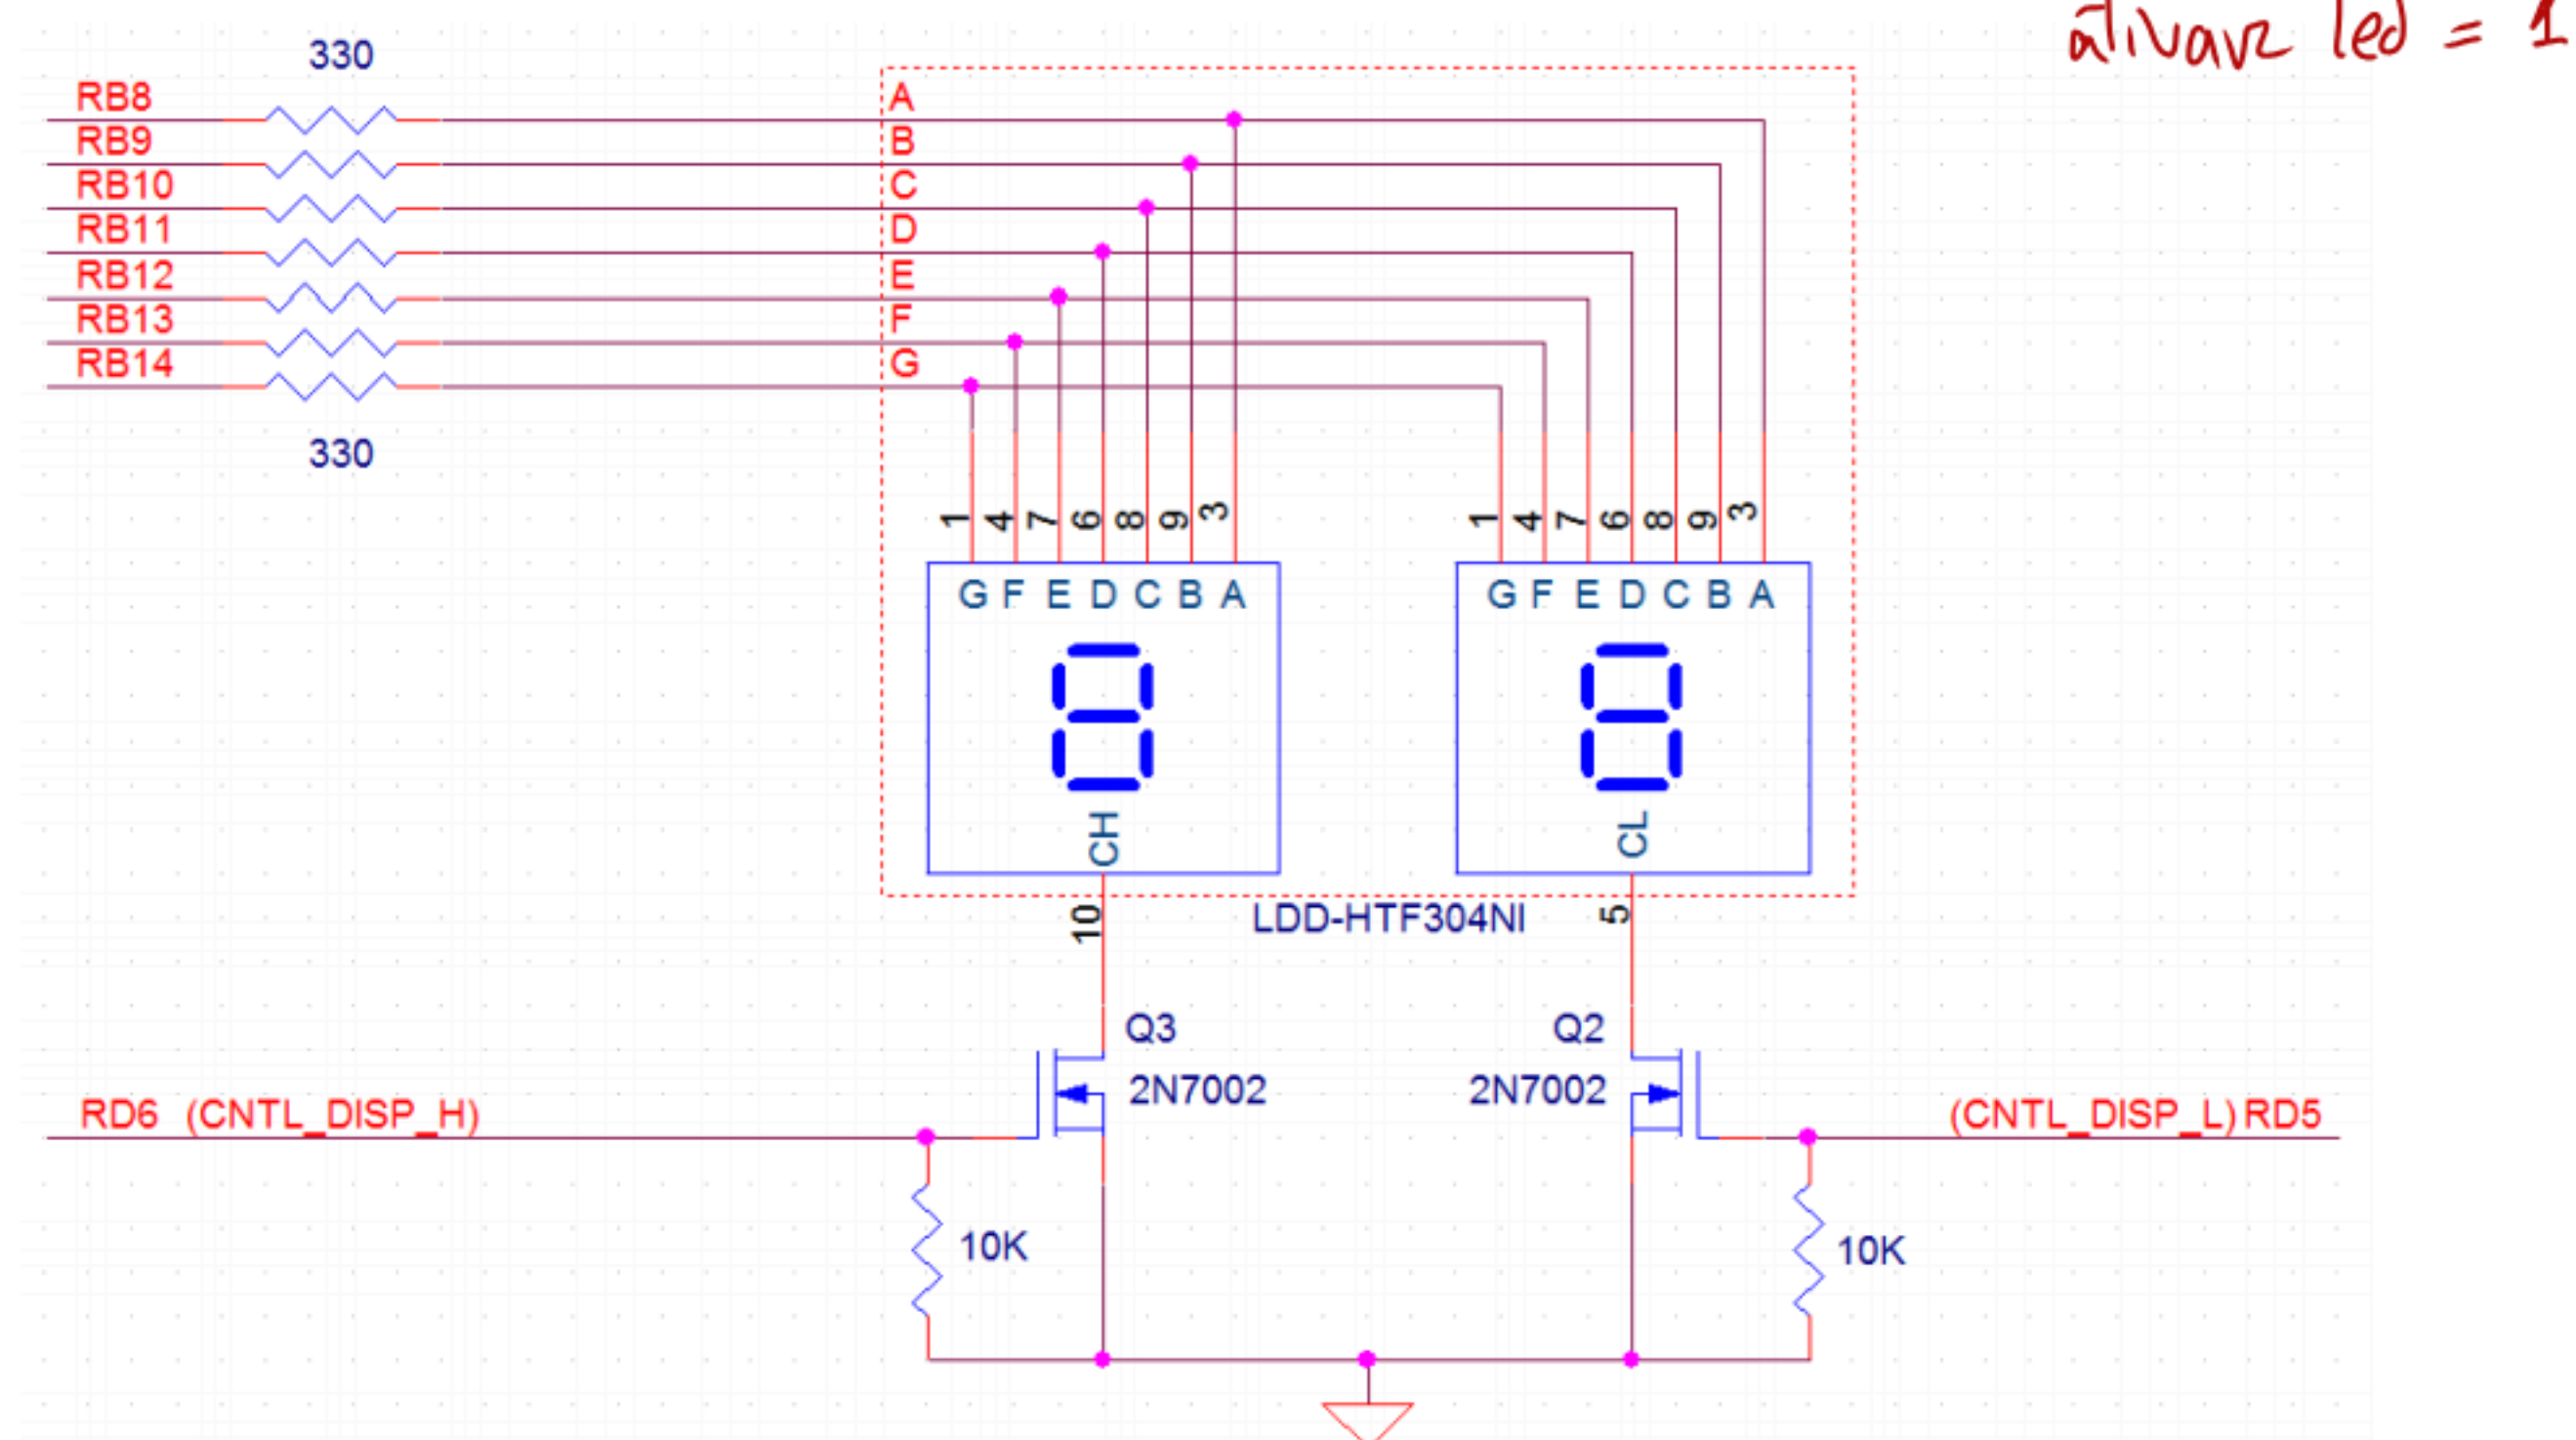

Figura 4. Ligação de um *display* de 7 segmentos duplo ao porto B do PIC32.
Apesar de o componente ser constituído por dois *displays*, existe apenas um conjunto de entradas "A" a "G", que liga internamente às entradas correspondentes dos dois *displays*, tal como esquematizado na Figura 4. A ativação de cada um dos *displays* é feita através das entradas CH e CL, que funcionam como um *enable*, ativo em lógica negativa. Ou seja, para que um *display* esteja ativo é necessário que o respetivo *enable* (CH ou CL) tenha o valor lógico 0.
- Escrever no porto B a combinação binária que ligue apenas o segmento do *display* correspondente ao caracter lido (e apague todos os restantes); na Figura 4 pode ver o porto a que está ligado cada um dos segmentos (por exemplo, o segmento A está ligado ao porto **RB8**).